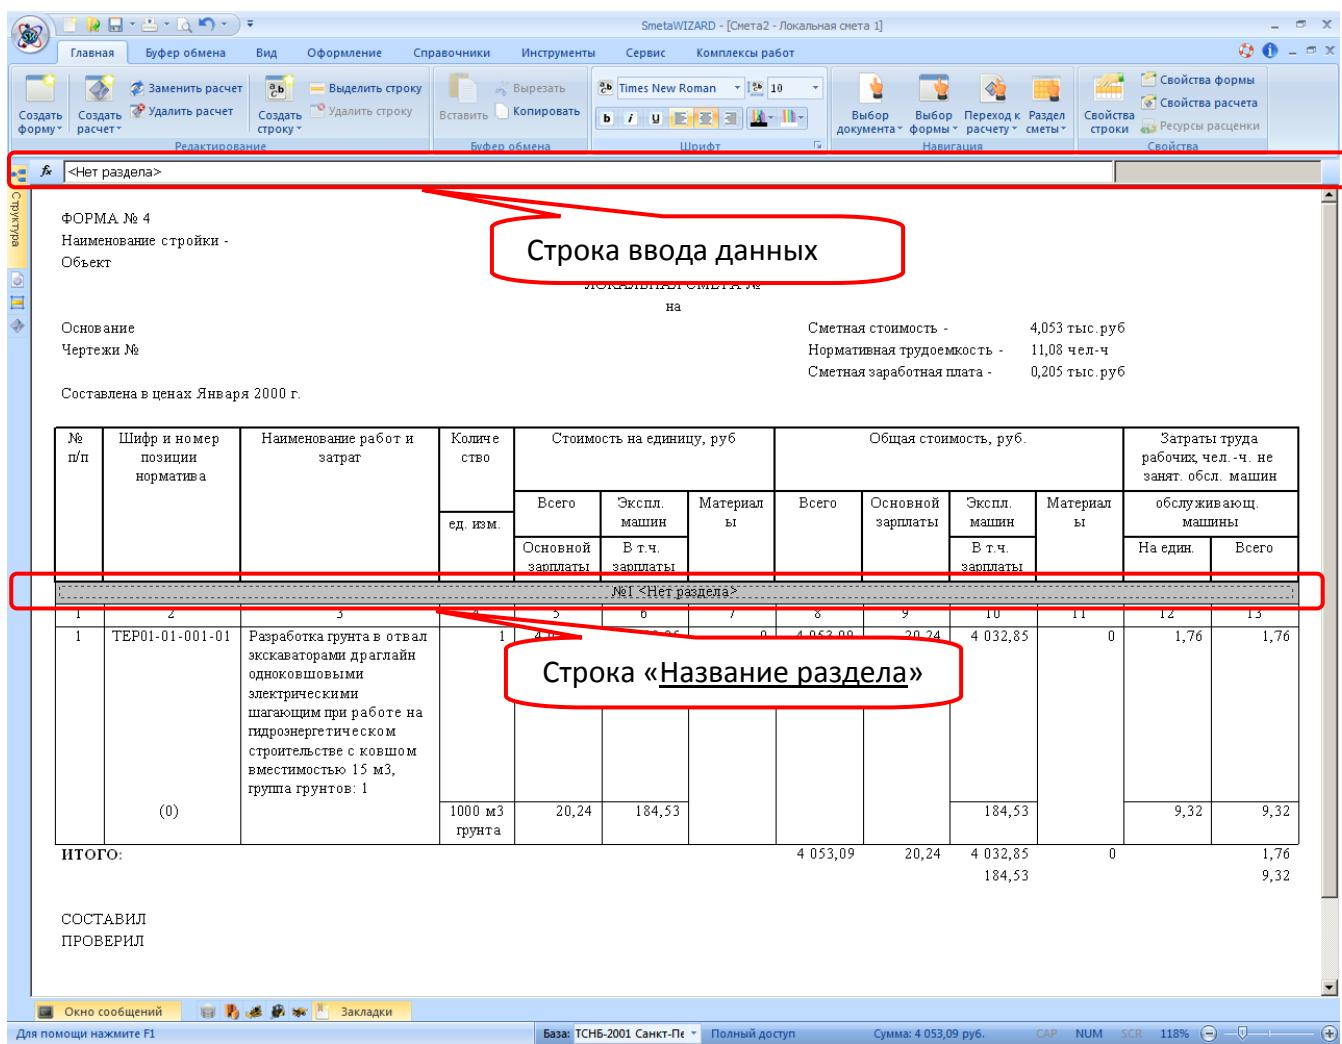

Рис. 4.19 Ввод названия раздела
3. Нажать клавишу <Enter> (рис. 4.19).